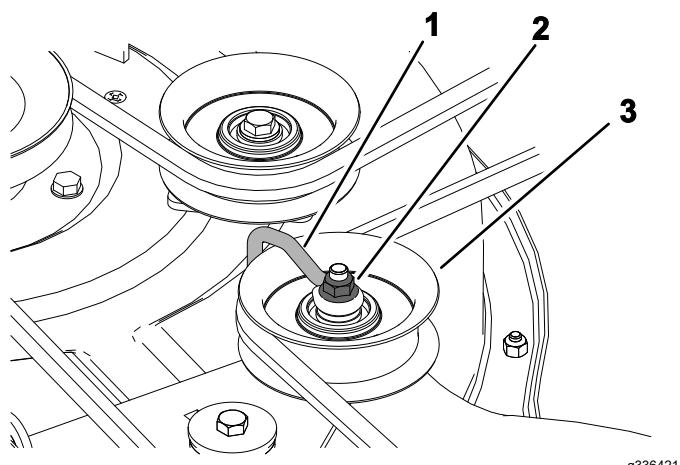

Figure 51
5. Sur les plateaux emboutis, desserrez les écrous qui fixent le fil métallique à la poulie de tension (Figure 51).
9. Sur les plateaux emboutis, serrez les écrous qui fixent le fil métallique à la poulie de tension (Figure 51).
**Remarque:** Positionnez le fil métallique contre le bras de la poulie de tension comme montré à la Figure 51.